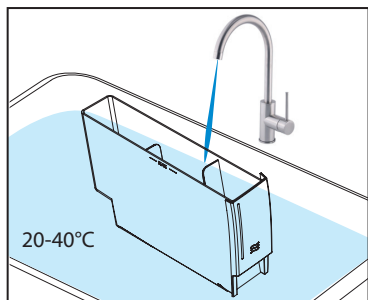

Fig.3
3. Clătiți bine rezervorul de apă cu apă curată la temperatura de 20-40°C. (Vezi Fig.3)